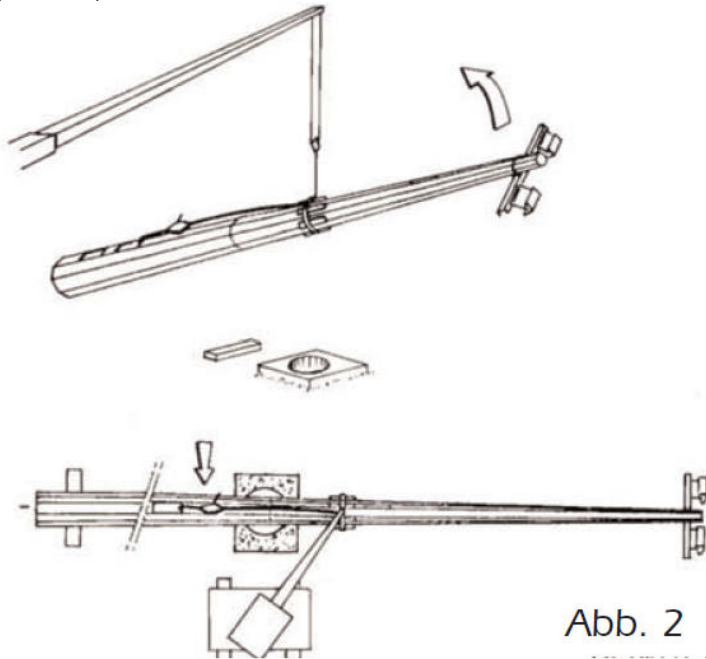

Abb. 2
Um die Hebekraft des Kranes optimal zu nutzen, empfiehlt es sich, den Schwerpunkt des Mastes so zu positionieren, dass er sich über der Fundamentmitte befindet. (Abb. 2)
- unmittelbar daneben (wenn sich der Mast bereits über dem Fundament befindet) (Abb. 2).